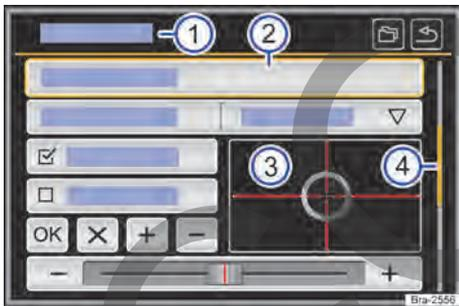

Fig. 103 Representación esquemática: cuadro general de las posibles superficies de función en el display.
El equipo está equipado con touchscreen (pantalla táctil) → fig. 103 ③.
Las superficies de función inician funciones o abren otros submenús. En submenús se indica, en la línea del título, el menú actualmente seleccionado → fig. 103 ①.